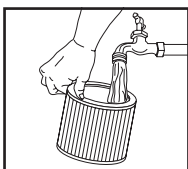

FIGURE 20
24. Ou rincez (depuis l'intérieur du filtre) avec de l'eau. **FIGURE 20.** Laissez sécher complètement (environ 24 heures).